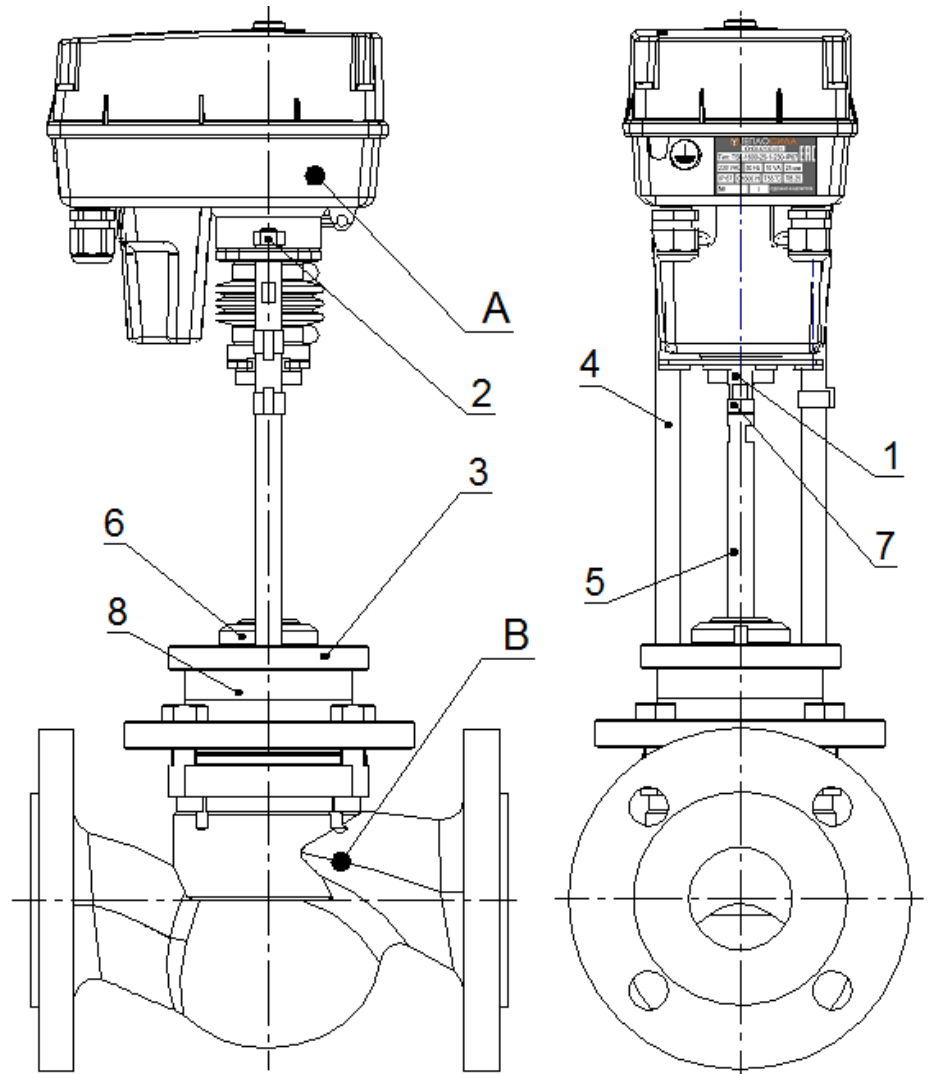

Рисунок 3. Механическое присоединение во фланцевом исполнении
3.1.2 Механическое присоединение во фланцевом исполнении (см. рисунок 3)